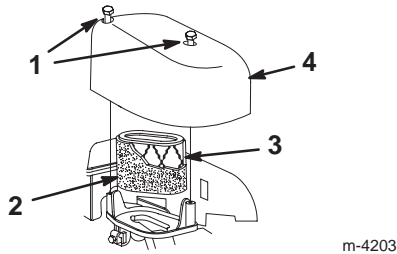

Figure 18
3. Retirez les vis de fixation du couvercle du filtre à air (Fig. 18).
4. Déposez le couvercle et nettoyez-le soigneusement (Fig. 18).
6. Nettoyez-le à l'eau avec un détergent doux, puis séchez-le en le serrant légèrement dans un chiffon (Fig. 18).
7. Enlevez et jetez l'élément filtrant en papier (Fig. 18).
8. Insérez l'élément en papier neuf dans le préfiltre en mousse (Fig. 18).
9. Posez le filtre à air neuf (Fig. 18)
10. Posez et fixez le couvercle en place (Fig. 18).